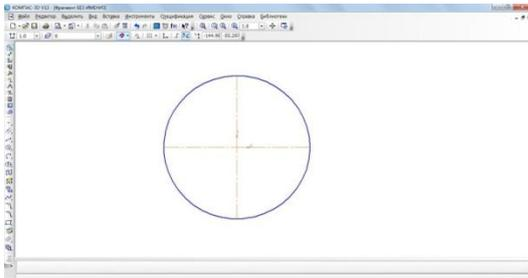

Рис. 4. Построение окружности
- проверьте правильность построения (рис. 4);